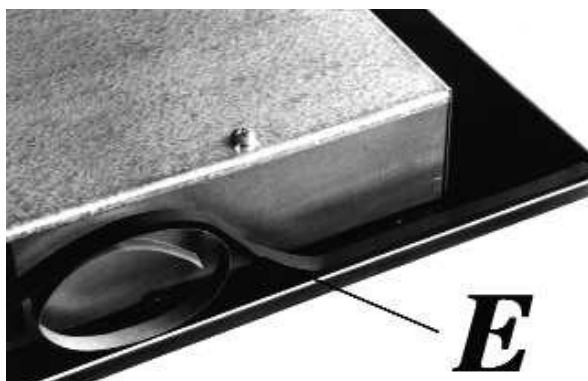

Abb. 10
- Das Kochfeld umdrehen und die klebende Seite der Dichtung "E" (Abb. 10) richtig unter dem Rand anbringen, so dass die Außenseite der Dichtung selbst perfekt mit dem Außenrand der Glasscheibe übereinstimmt. Die Streifenenden müssen aneinander passen, ohne zu überlappen.